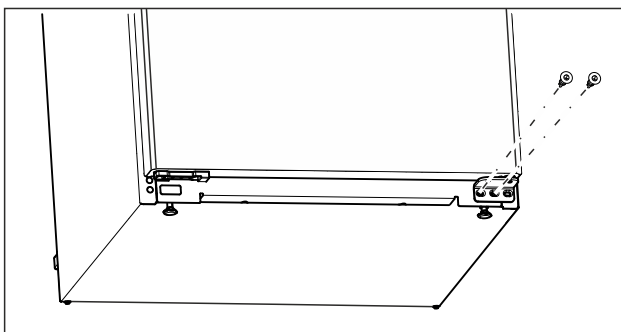

Fig. 15
- ▶ Deșurubați și scoateți șurubul din mijloc de la suportul de lagăr inferior cu șurubelnița Torx 20. (vezi Fig. 15)
- ▶ Deșurubați și scoateți șurubul din interior de la suportul de lagăr inferior cu șurubelnița Torx 20. (vezi Fig. 15)